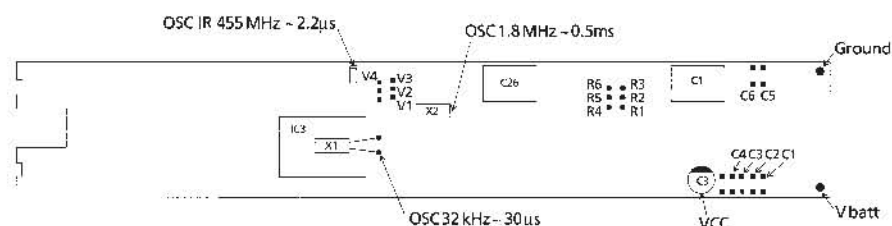

Fig. 2
- Contrôler le quartz X2 monté en surface à l'aide d'un oscilloscope. La fig. 2 indique le point de mesure. Le quartz oscille à une fréquence constante de 1,82 MHz, soit une période de 0,5 μ s env., en appuyant sur l'une des touches suivantes : <<, >>, \wedge , v, \blacktriangle , \blacktriangledown , jaune, bleu, vert, rouge, LIST et \bullet . L'oscillation du quartz n'est que de 300 ms env. si les autres touches sont mises en oeuvre.
- Contrôler le quartz X1 à l'aide d'un oscilloscope. La fig. 2 indique le point de mesure.
- Vérifier les tensions V1 à V4 de l'afficheur à cristaux liquides (voir fig. 2) en utilisant un oscilloscope. La mesure prend comme référence les tensions continues suivantes (borne positive du condensateur électrolytique monté en surface) :